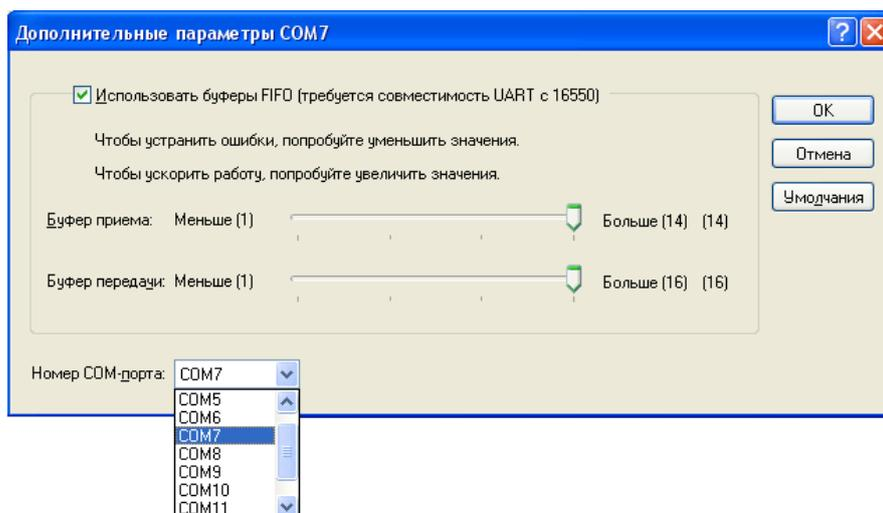

Рисунок 4 -Дополнительные параметры COM-порта
3.4.1.5 В поле «Номер COM-порта», рисунок 4, выбрать из списка значение COM7, этот номер COM-порта используется в программе прошивки «NavProg7XX».